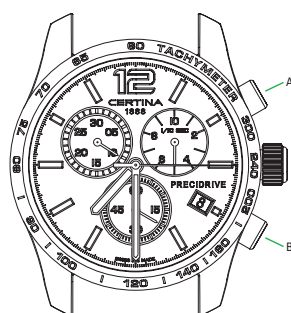

Fig. 3
**Letture del tempo 2 (secondo la Fig. 3)**